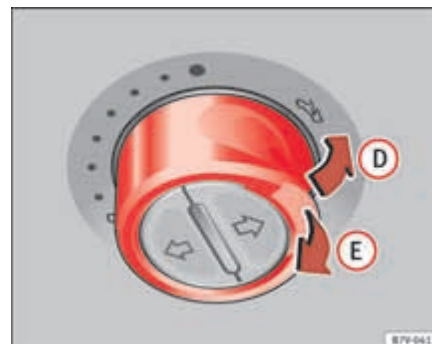

Fig. 59 En el revestimiento interior del techo: pulse el conmutador y tire de él para levantar y cerrar el techo.
⇒ página 99, fig. 59
- *Techo corredizo panorámico*: Durante los 5 segundos siguientes tras dispararse la función antiaprisionamiento, mantenga el mando tirado hacia atrás ⇒ página 99, fig. 59 (flecha E) hasta que el techo panorámico corredizo quede completamente cerrado.